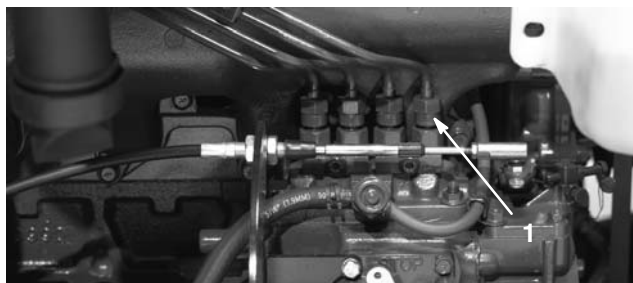

Bild 51
1. Lösen Sie den Leitungsanschluss an der Einspritzdüse Nr. 1 und der Halterungsgruppe an der Einspritzpumpe (Bild 51).